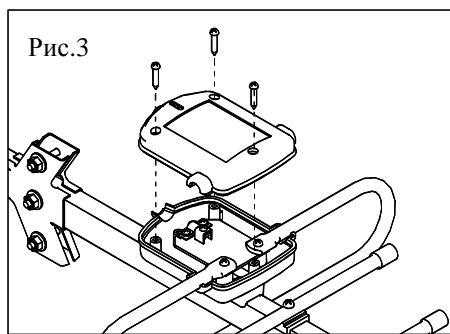

Рис.3
- 5.5. Снять крышку монтажной коробки, предварительно отвернув самонарезающие винты (см. рис.3)